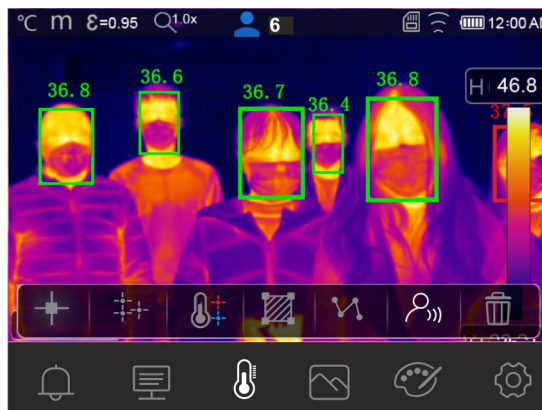

Abb. 33: Face Mode bei mehreren Personen
7. Der Face Mode ermöglicht die gleichzeitige Auswertung der Gesichtstemperatur bei mehreren Personen (**bis zu 10 Personen**) (siehe Abb. 33). Der Zähler "👤" im oberen Teil des Displays zeigt die Anzahl der statistisch gültigen Messwerte an.